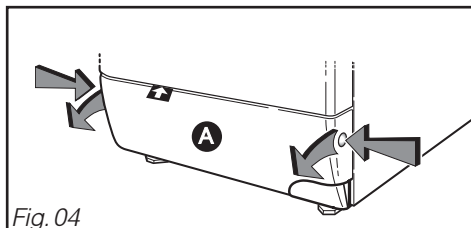

Fig. 04
– Ouvrez en appuyant simultanément sur les bossages se trouvant de part et d'autre de la **plinthe A** tout en tirant cette dernière vers vous (Fig. 04).
– Enlevez la plinthe (cf Fig. 04, pages précédentes).